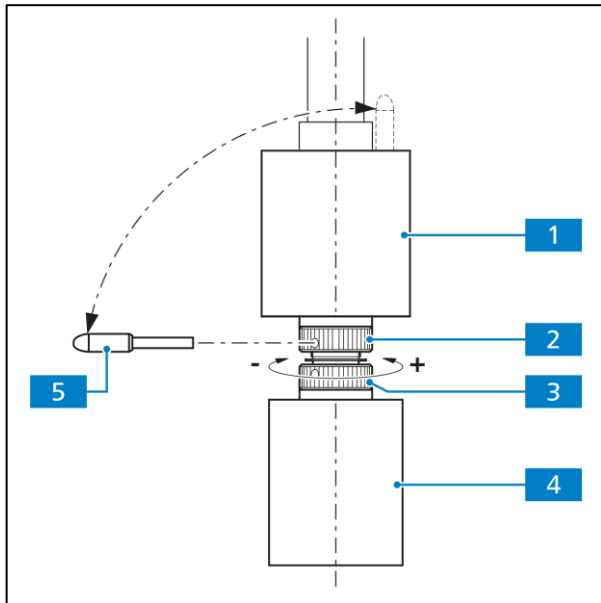

Abb. 3-9 Friktionseinstellung
Die Länge des X- bzw. Y-Triebes kann durch axiales Verschieben des jeweiligen koaxialen Rändelknopfes (Abb. 3-9/4 bzw. 1) innerhalb eines Bereiches von ca. 15 mm verändert werden.
(1) X-Trieb
- Koaxialen Rändelknopf für X-Verstellung (Abb. 3-9/4) ganz nach unten schieben.
- Mitgelieferten Justierstift (Abb. 3-9/5) dem koaxialen Rändelknopf für die Y-Verstellung (Abb. 3-9/1) entnehmen und in eine der Bohrungen der unteren Lochmutter (Abb. 3-9/3) einstecken.
- Koaxialen Rändelknopf für X-Verstellung (Abb. 3-9/4) festhalten und Lochmutter mit Justierstift im Uhrzeigersinn (kleineres Friktionsmoment: -) oder gegen Uhrzeigersinn (größeres Friktionsmoment: +) verstellen, bis gewünschte Gängigkeit erreicht ist (siehe Abb. 3-9).
(2) Y-Trieb
- Koaxialen Rändelknopf für Y-Verstellung (Abb. 3-9/1) ganz nach oben schieben.
- Mitgelieferten Justierstift (Abb. 3-9/5) in Bohrung der oberen Lochmutter (Abb. 3-9/2) stecken.
- Koaxialen Rändelknopf für Y-Verstellung (Abb. 3-9/1) festhalten und Lochmutter mit Justierstift im Uhrzeigersinn (kleineres Friktionsmoment: -) oder gegen Uhrzeigersinn (größeres Friktionsmoment: +) verstellen, bis gewünschte Gängigkeit erreicht ist.
- Justierstift wieder in koaxialen Rändelknopf für die Y-Verstellung (Abb. 3-9/1) einstecken.